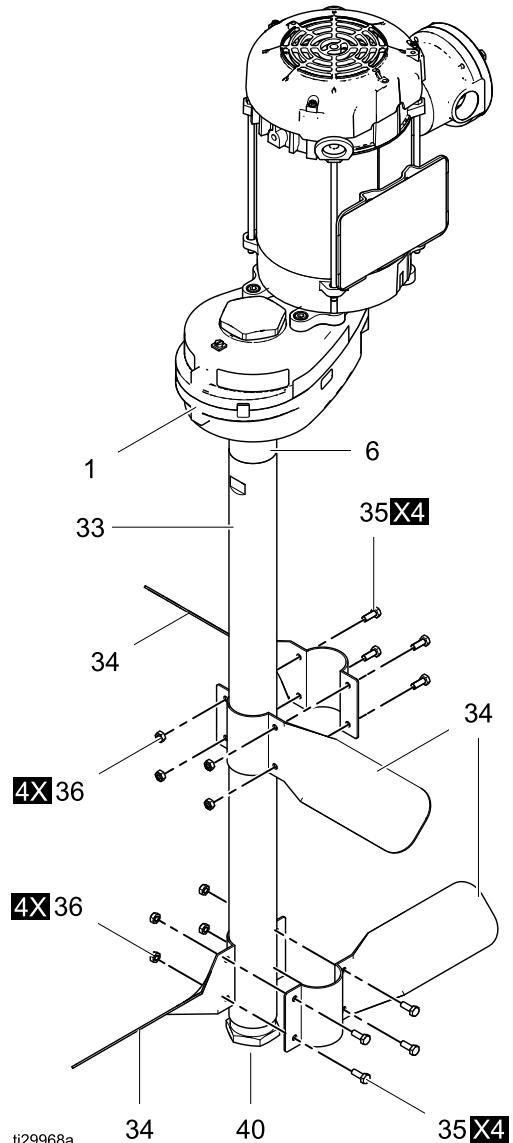

Figure 2 Вал и лопасти мешалки
1. Установите вал (33) мешалки, ввернув его в хвостовик (6), находящийся на нижней стороне корпуса (1) понижающего редуктора. См. рис. 2.
5. Соберите одну пару лопастей (34) мешалки, совместив по четыре отверстия, имеющихся в каждой из половин лопастей.
6. Вставьте четыре винта (35) в четыре отверстия в лопастях и наживите на них стопорные гайки (36).
10. Установите вторую лопасть в сборе у нижнего конца вала, но не на нижней заглушке (40).